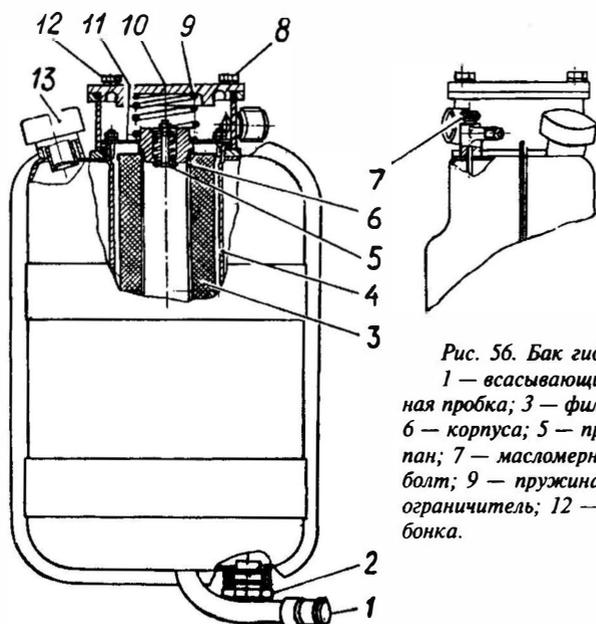

Рис. 56. Бак гидросистемы:
- 1) отвернуть четыре болта 8 (рис. 56);